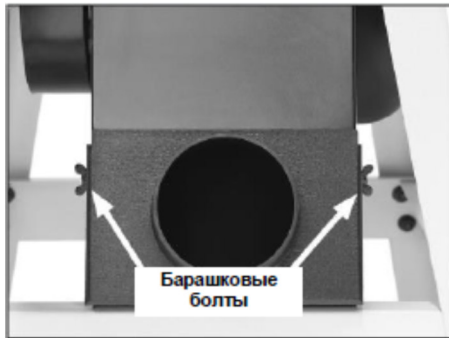

Рис. 17 Вытяжной штуцер установлен
2. Поместите вытяжной штуцер над дном лотка для сбора пыли и прикрепите его барашковыми болтами, как показано на Рис. 17.